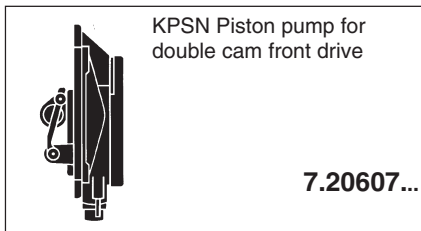

Fig. 3
- 7.20607..., fig. 3
For 7.20607..., fig. 3